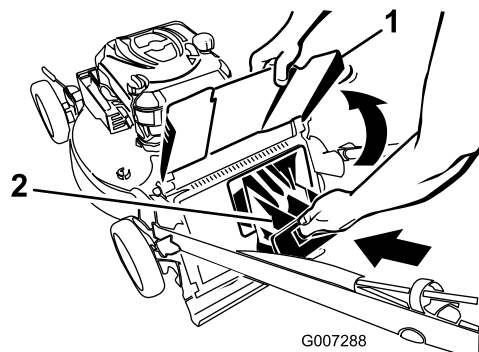

Figura 24
4. Installate il coperchio di scarico posteriore (Figura 24).